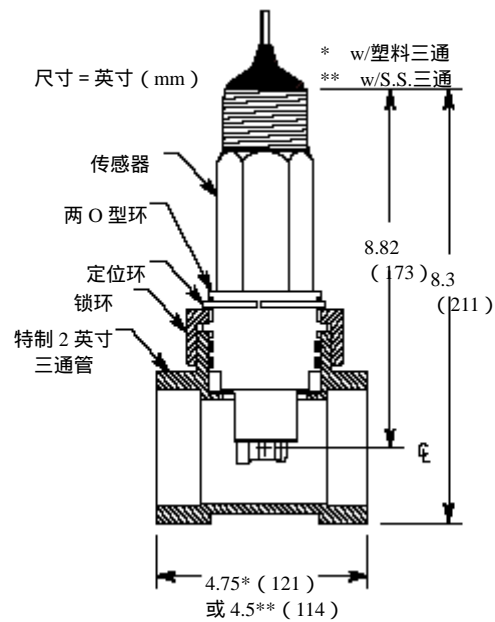

图 2-3 活接头式安装详细说明
2. 参考图 2-3，将定位环从适配器顶部取下。
3. 将锁环如图 2-3 所示安装到适配器上。（将锁环拧向适配器 O 型环）。确保定位环在锁环上面。